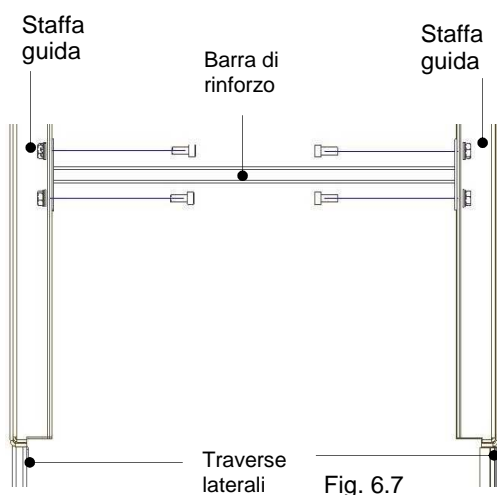

Fig. 6.7
- ✓ Allineare e fissare mediante viti, rondelle piane, rondelle dentellate e dadi M10, le barre di rinforzo con i fori presenti sulle staffe guida. (Fig. 6.7)